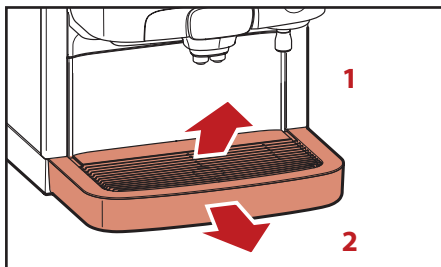

Fig. 5.1 - Enlevez le plateau et le bac de récupération
1. Retirez le plateau (fig. 5.1, 1).
2. Retirez le bac de récupération (fig. 5.1, 2).